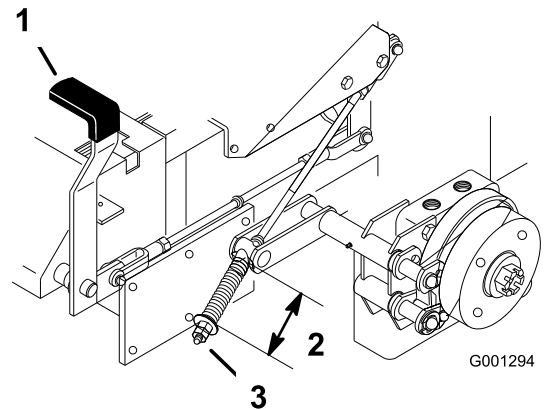

Figura 62
2. Mida la longitud del muelle. La medida debe ser de 64 mm entre las arandelas (Figura 62).
3. Si es necesario un ajuste, quite el freno de estacionamiento, afloje la contratuerca que está debajo del muelle y ajuste la tuerca que está directamente debajo del muelle (Figura 62). Gire la tuerca hasta obtener la medida correcta. Gire la tuerca en el sentido de las agujas del reloj para acortar el muelle y en el sentido contrario a las agujas del reloj para alargar el muelle.